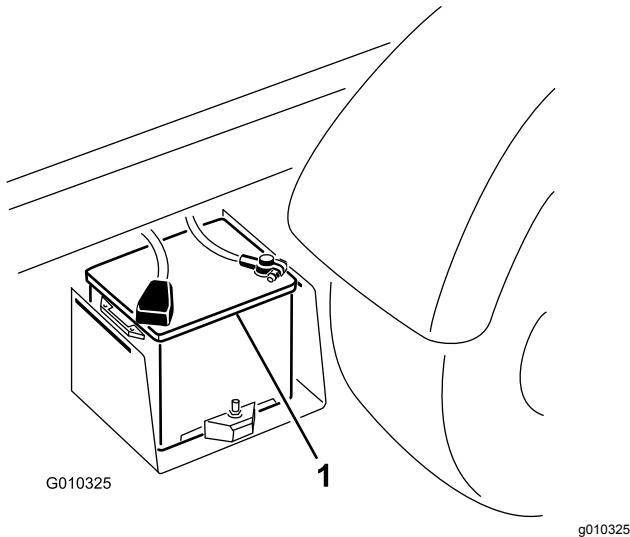

Bild 52
2. Schließen Sie ein Starthilfekabel an die Pluspole der zwei Batterien an (Bild 52).